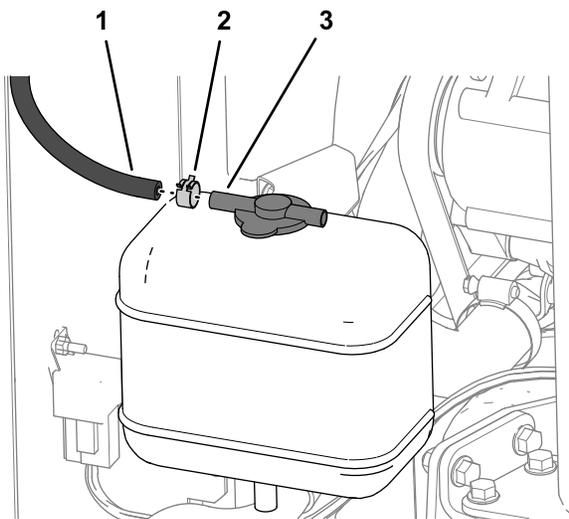

图54
2. 用小软管夹将软管——8 x 254mm 安装到冷却液储液箱盖的较长软管倒钩上图54。
1. 将控制台盖子放到控制台上并放下盖子图54。